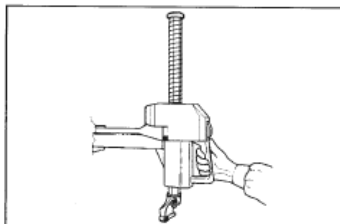
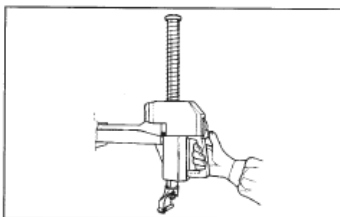

Рис. 17
Рис. 18
- E.** Рычаг, блокируемый кнопкой, позволяет отпускать кронштейны и позиционировать монтажную головку. Нажмите кнопку для отпускания монтажной головки (рис. 17); отпустите кнопку для ее фиксации в данном положении (рис. 18).